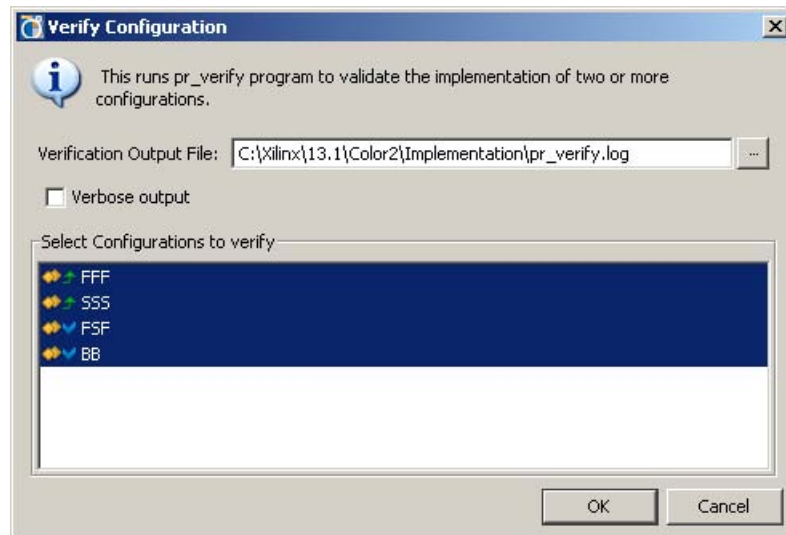

図 4-37 : 検証するコンフィギュレーションの選択
2. 複数のコンフィギュレーションに対してダイアログ ボックスが表示されるので、出力ファイルを定義します (図 4-37)。